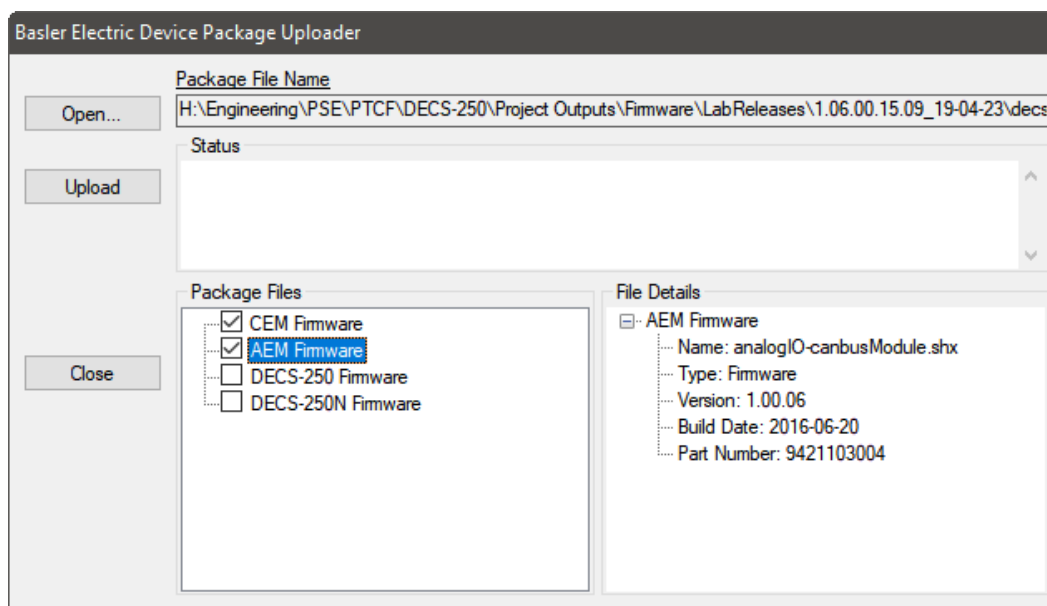

Figura 20-10. Cargador de paquetes de dispositivos eléctricos Basler
8. Cuando el cargador de paquetes de dispositivos eléctricos de Basler *Aparece* la pantalla (Figura 20-10), haga clic en el botón Abrir para buscar el paquete del dispositivo que recibió de Basler Electric. Se enumeran los archivos del paquete junto con los detalles del archivo. Marque las casillas junto a los archivos individuales que desea cargar.